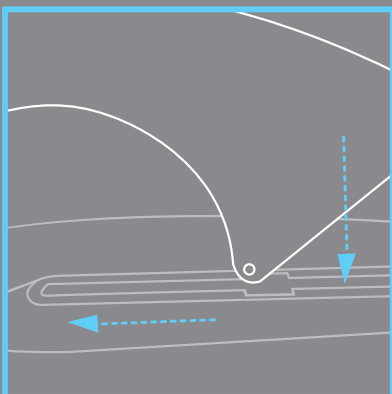

Figure 3
- Insérez l'aileron dans la fente de la boîte à aileron via le trou central, glissez l'aileron à l'arrière et poussez fermement l'autre extrémité vers le bas (**Figure 3**).